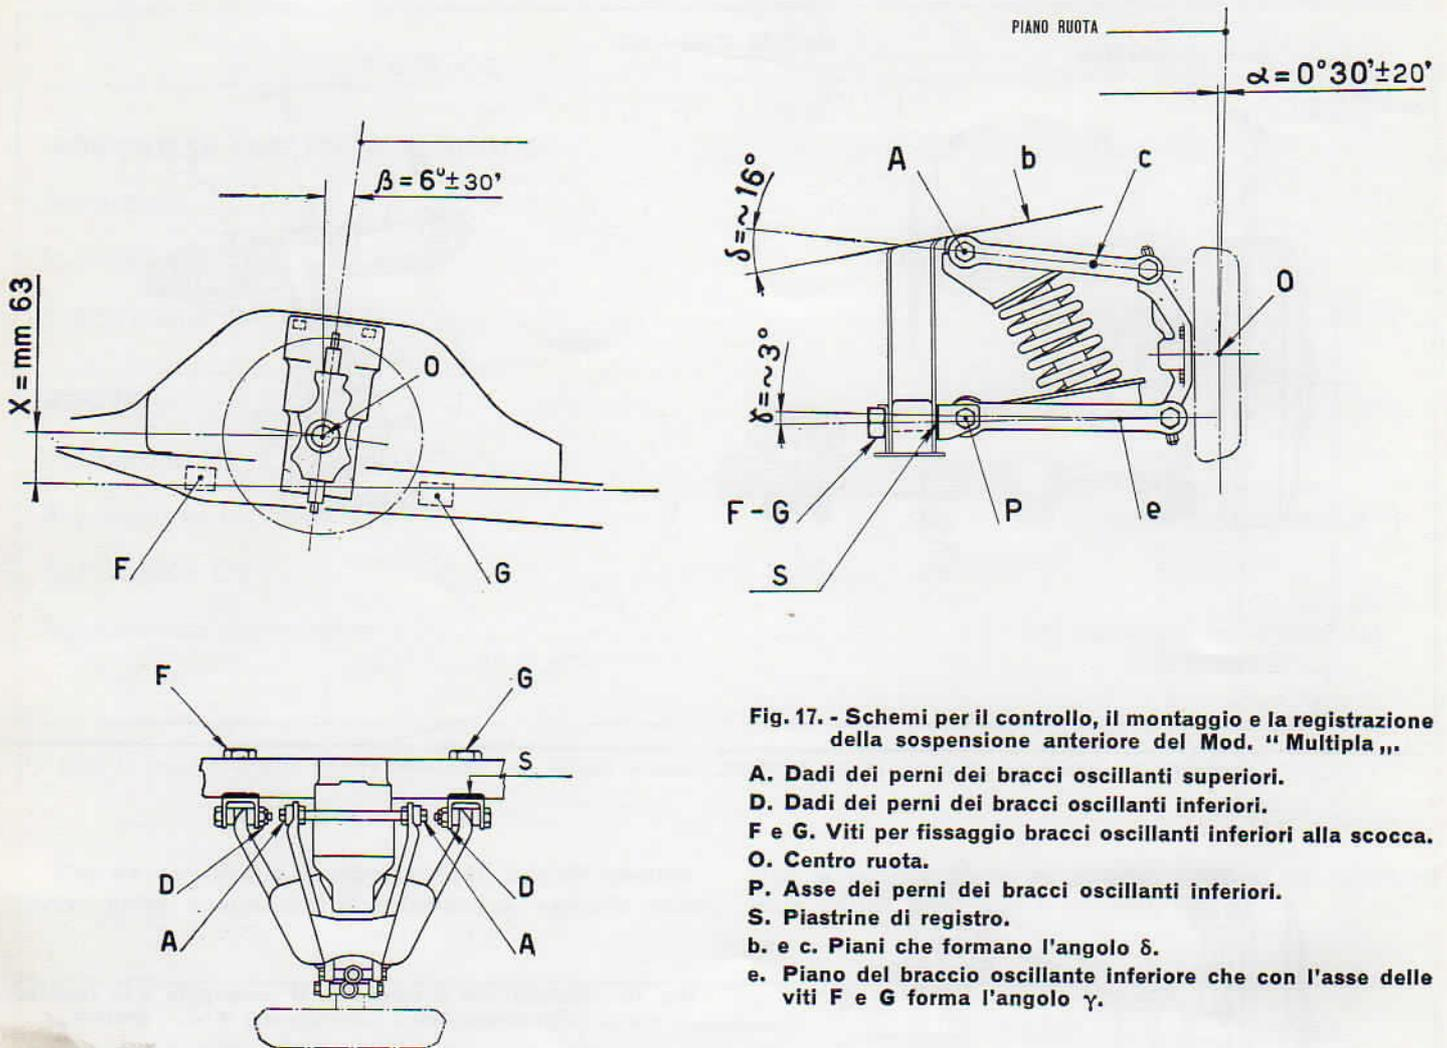

Fig. 17. - Schemi per il controllo, il montaggio e la registrazione della sospensione anteriore del Mod. "Multipla".
- se l'angolo di inclinazione deve essere aumentato, togliere gli spessori S dalla vite F oppure aggiungerne alla vite G (fig. 17);
- se l'angolo di inclinazione deve essere diminuito, si devono aggiungere gli spessori S alla vite F oppure toglierne dalla vite G (fig. 17).
- se l'inclinazione deve essere aumentata, si tolgono un egual numero di spessori S alle viti F e G (fig. 17);
- se l'inclinazione deve essere diminuita, si aggiungono un egual numero di spessori S alle viti F e G (fig. 17);